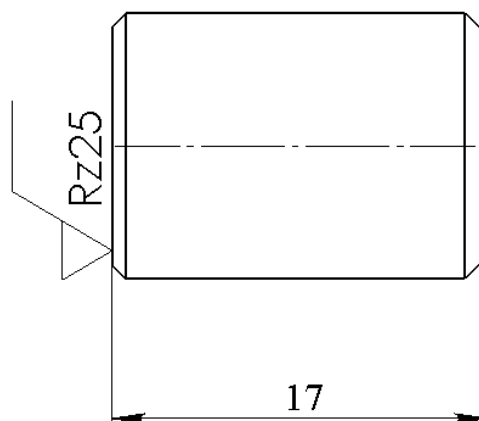

Рис. 18
3. Нажмите на нижнюю горизонтальную кромку детали в **Чертёжном виде 3** виде **Слева** (рис. 18) для размещения обозначения. Можно разместить любое количество обозначений, не закрывая диалоговое окно.